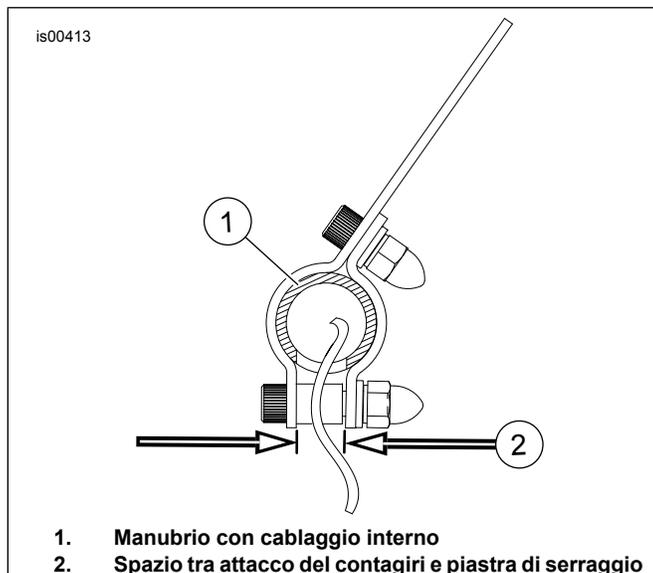

Figura 1. Spazio tra attacco del contagiri e piastra di serraggio
4. Vedere la Figura 1. Posizionare l'attacco in modo che lo spazio (2) coincida con l'apertura nel manubrio (1) da cui escono i fili e serrare le viti a una coppia di 39 N·m (29 ft·lbs).